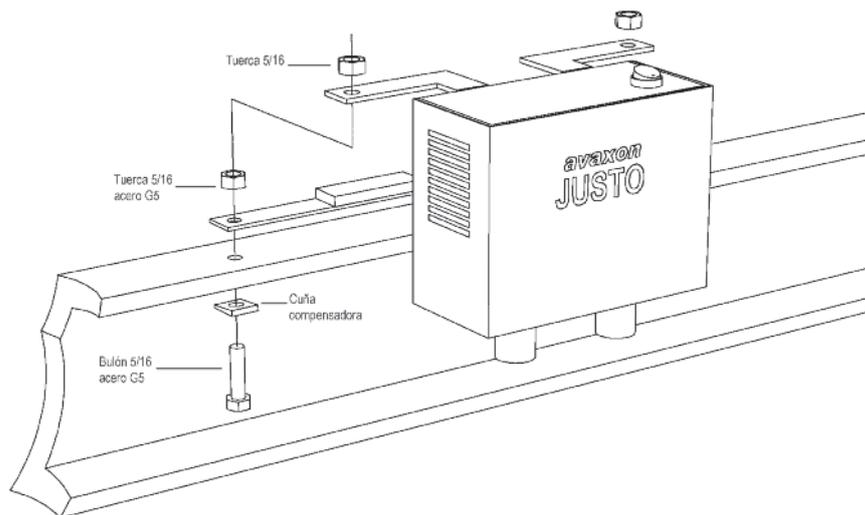
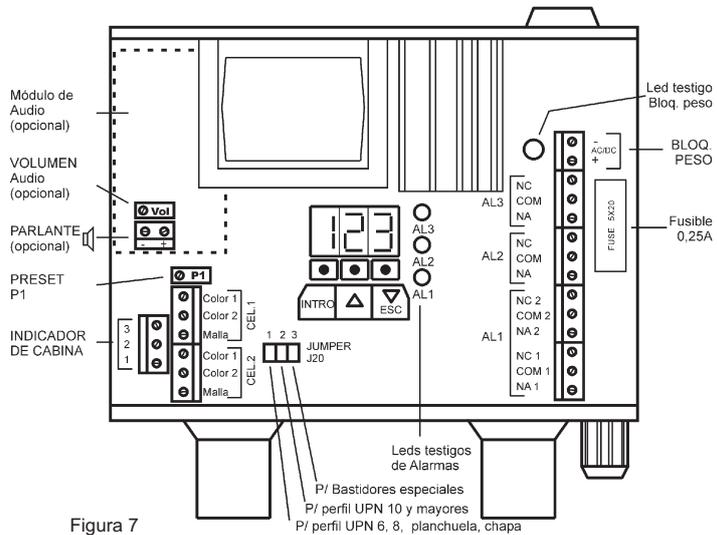

Figura 5
Figura 7
Interfase usuario. El aparato consta de un conjunto de elementos denominados "de entrada/salida" que son el medio de diálogo con el instalador en el momento de la instalación. Retirando la cubierta del aparato se puede observar los siguientes elementos en la zona central del circuito, de acuerdo a la figura 7. Un display de tres dígitos muestra la información que el equipo deba comunicar al usuario, por ejemplo pesaje en kilogramos, nivel de alarmas, etc. Un juego de 3 botones posibilita al instalador modificar ciertos parámetros o navegar por el menú de instalación. Estos botones tienen dos niveles de significado, a saber: "Intro / Esc" rige cuando el equipo espera una respuesta de confirmación / cancelación por parte del usuario; y " " cuando el instalador deba elegir algún parámetro numérico. En tercer lugar un potenciómetro de ajuste a tornillo -preset P1 en la figura 7- que sirve de desplazador del sistema de medición tal como se verá más adelante.
Paso 4: Abulonar las celdas de carga. Ajuste a mano. Intercalar las cuñas compensadoras, en caso que la forma del perfil lo requiera, y presentar los bulones como se muestra en la figura 5. No colgar el equipo aún. Aplicar adhesivo traba-roscas a cada bulón. No usar arandelas de seguridad. Debe pre-apretarse a mano ambas tuercas en cada celda antes de usar herramientas de fuerza, cuidando que no se giren las cuñas compensadoras.
Viendo al equipo de frente y sin la cubierta, los cables de las celdas de carga deben ingresar por el conector izquierdo. En el mismo lateral del circuito se encuentra la bornera donde se conectan las celdas de carga. Ver figura 7. Para cada celda, los cables de color son intercambiables entre sí.
Paso 8: Configuración. Para fijar los parámetros numéricos de trabajo del equipo se utiliza el display de dígitos y los tres botones que se observan en la zona central de la figura 7. Esta configuración se realiza con la cabina situada cerca de la planta más baja del recorrido. Como referencia rápida puede ser útil la figura 5 de la Guía Rápida de Instalación y Configuración, hoja aparte de este manual.
De acuerdo al tipo de perfil de hierro donde se montan las celdas de carga, corregir si es necesario la posición del jumper J20. Figura 7.
Paso 9: Conectar bloqueo de peso. Para inhibir el pesaje cuando el ascensor está en marcha existe un par de bornes rotulados "BLOQ. PESO", ver figura 7. **La conexión de bloq. peso es necesaria para el buen desempeño del equipo y no debe omitirse.**
Paso 10: Conectar las alarmas. Hacer las conexiones eléctricas adecuadas en la bornera de alarmas (ver figura 7) con el objeto de ejecutar la acción deseada ante el disparo de la/las alarmas configuradas.
Sistema de audio. En caso de contar con el módulo de audio digital instalar y conectar el parlante a los bornes indicados en el equipo. Ver figura 7. Una vez en funcionamiento se podrá ajustar el control de volumen.
Luego encender el equipo y seguir el diagrama que se indica en la figura 5.